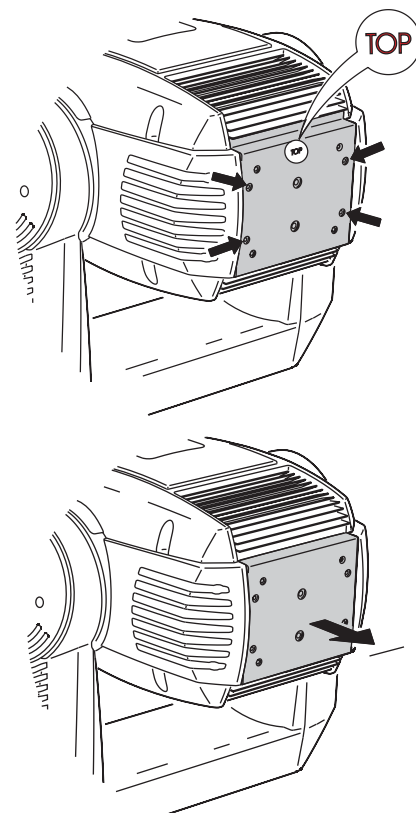

Figure 8: Acceso a la lámpara
- 2 Ver Figure 8. Soltar las sujeciones de 1/4 de vuelta marcadas con flechas de la placa posterior. Tirar del soporte de la lámpara tanto como sea posible y dejar el resto en su posición.